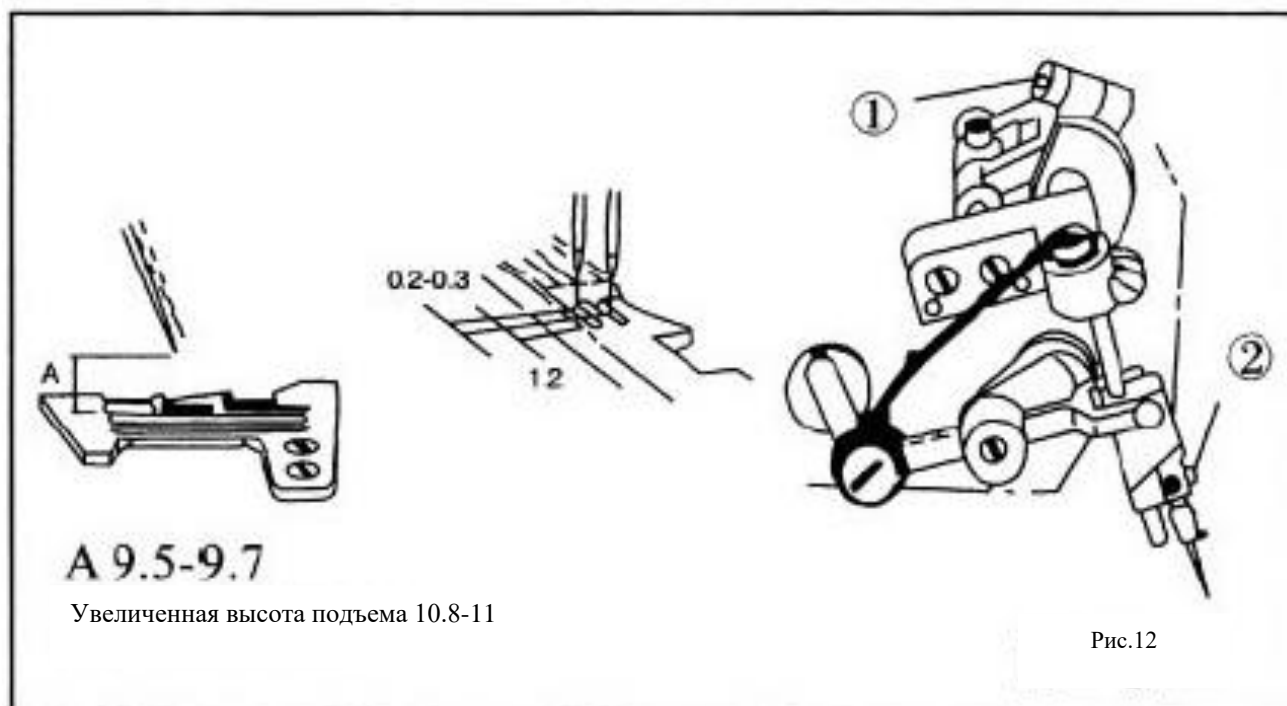

Рис.12
1. Игла и игольная пластина. Рис. 12.